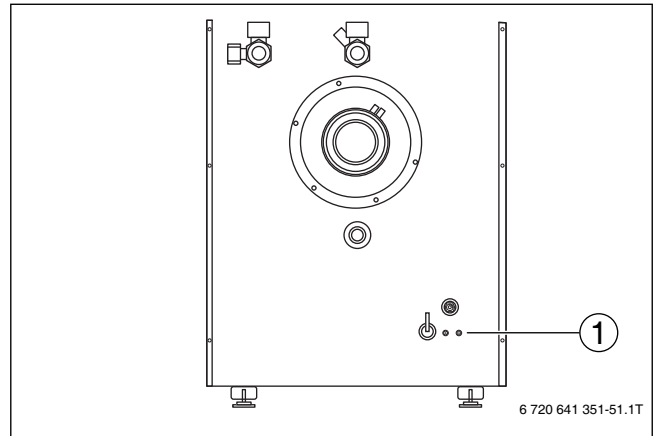

Bild 35 Schrauben an der Kesselrückwand
► 2 Schrauben (→ Bild 35 [1]) an der Kesselrückwand entfernen.